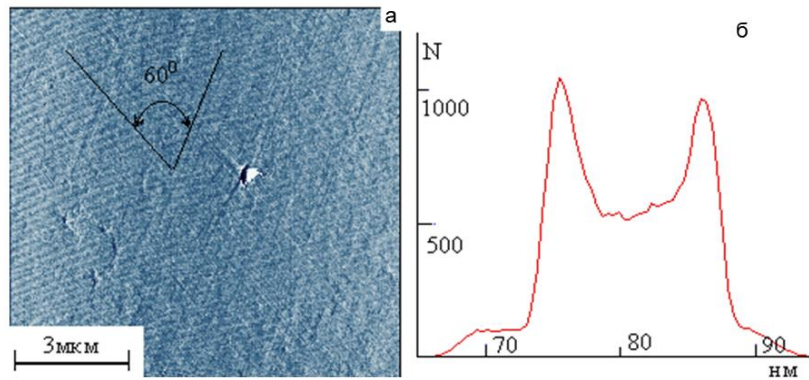

Рис. 8. АСМ изображение (а) и гистограмма распределения высоты (б) поверхности (111) монокристаллической пленки Au
8. На рис. 8 приведены АСМ-скан и гистограмма распределения высот рельефа